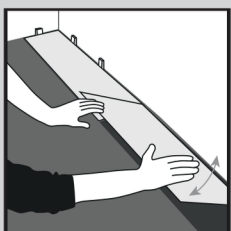

Figure. 2
2. Posez la première rangée en s'assurant que les bords courts sont bien emboîtés (Figure 2).